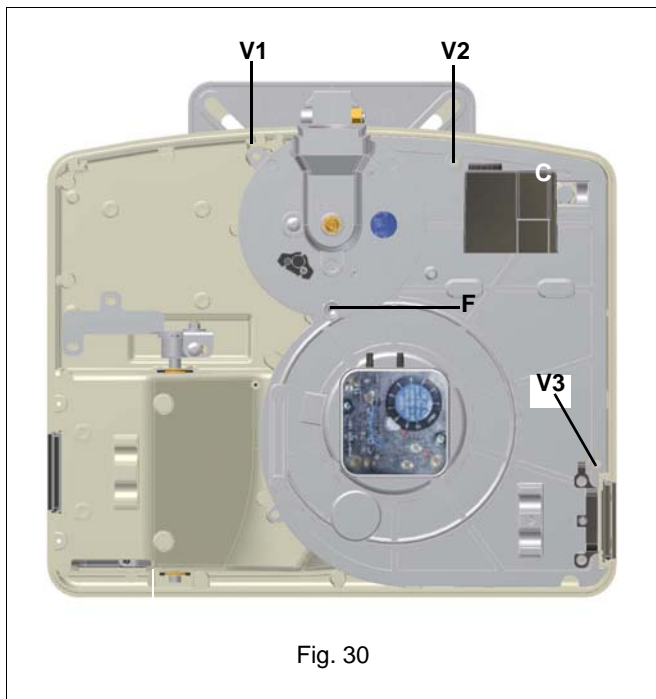

Fig. 30
- Desmonte, controle y limpie la cabeza de combustión (véase Fig. 30 y siguientes)
- 1 desmontar la placa componentes C del quemado, removiendo los tornillos V1, V2, V3, V4 y el perno de fijación F (Fig. 30);